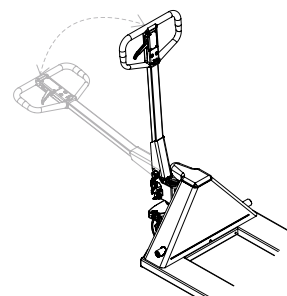

Fig. 6 - Bombeamento
- **Sintoma:** ao bombear (**“ABAIXAR”** e **“LEVANTAR”** a alavanca, conforme Fig. 6), os garfos sobem mesmo estando na posição **“NEUTRO”**.